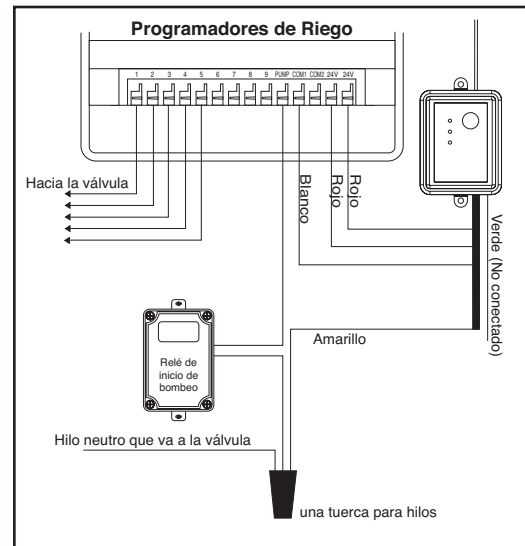

Figura 7: Conexión de los cables del temporizador de aspersor con la bomba de carga pero sin terminales del sensor
3. Desconecte del temporizador los hilos neutros de la válvula y desconecte del terminal neutro del temporizador el cable neutro del relé que pone en marcha la bomba. Conéctelos al hilo amarillo (normal cerrado) del receptor, utilizando una tuerca para hilos. [Vea la Figura 7]